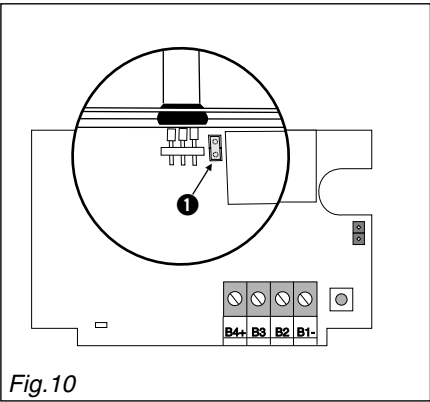

Fig.10
RAR 22 : le niveau de réception peut être réduit de 3 dB pour le Test avec le cavalier (Fig.10 ❶)